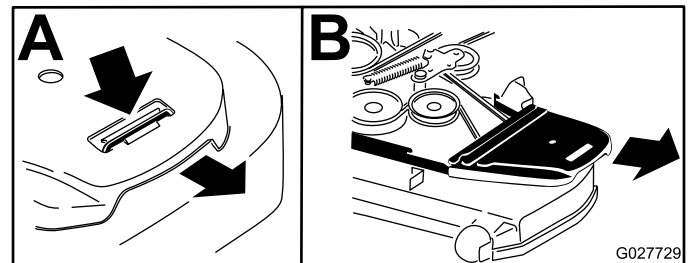

**Figure 82**
8. Vérifiez si un espace est visible entre le support en L et la butée de tringlerie (Figure 82).